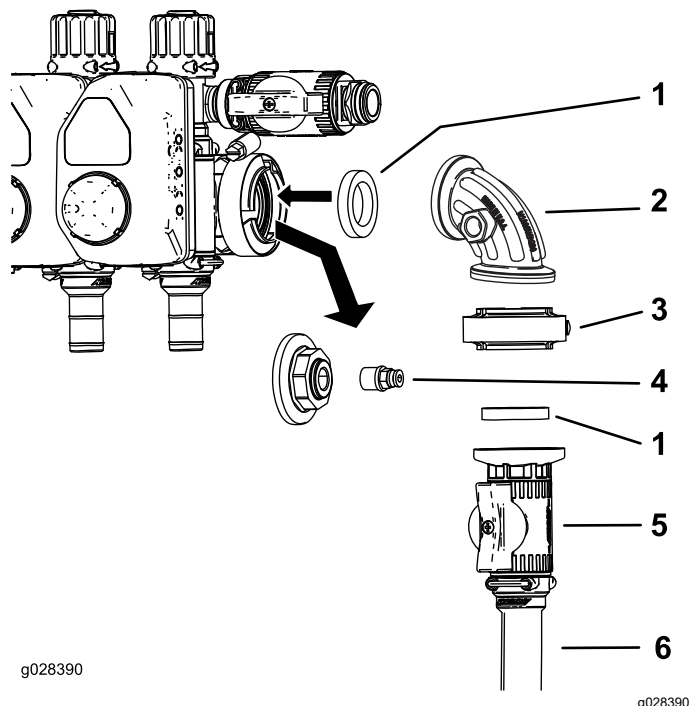

Figura 24
1. Desligue o tampão e acoplador da porta do indicador de pressão (Figura 24).
2. Instale o conjunto da válvula de controlo como se mostra na Figura 24.
3. Instale o acoplador na porta aberta no cotovelo de 90° (Figura 24 e Figura 37).
4. Ligue o tubo de alimentação do cilindro de tubagem à válvula de controlo utilizando uma abraçadeira de tubos (Figura 24).